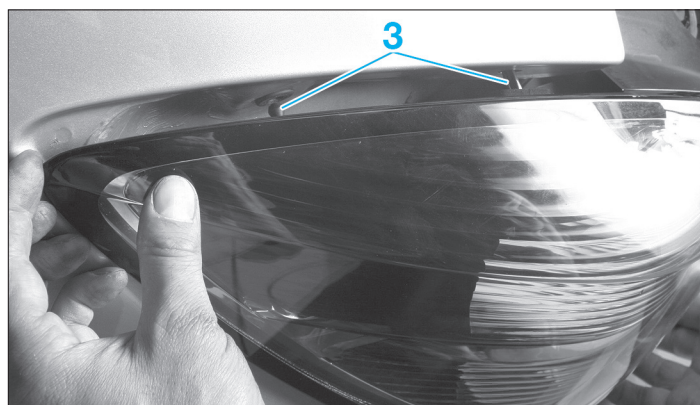

FIG. 13
- Débrancher le connecteur (2).
À la repose, monter correctement le feu sur ses pions de centrage (3) (fig. 13) et vérifier le bon fonctionnement de l'éclairage arrière.